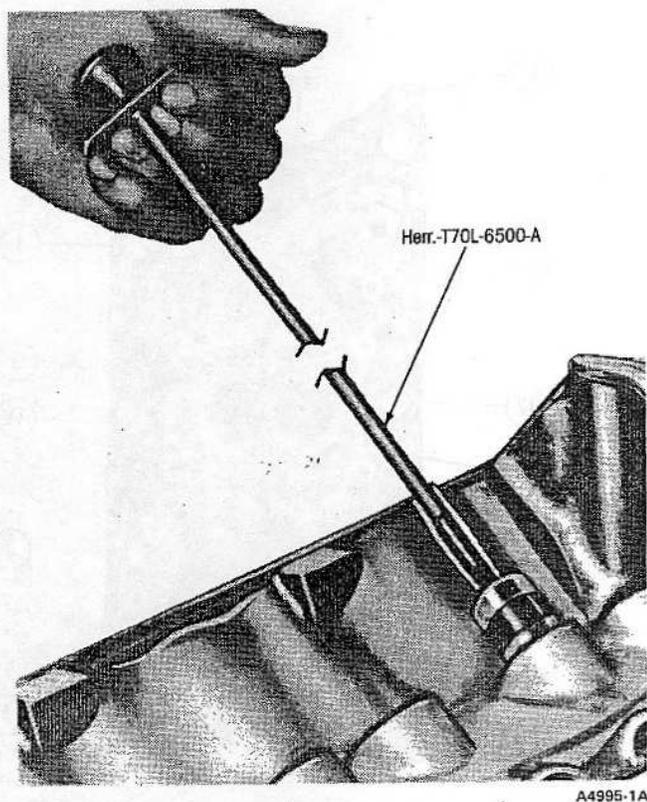

Fig. 21. Remoción de Levantador de Válvulas
5. Con la Herramienta T70L-6500-A (Fig. 21), saque los levantadores y colóquelos en un estante adecuado, para volver a ponerlos en su sitio original.